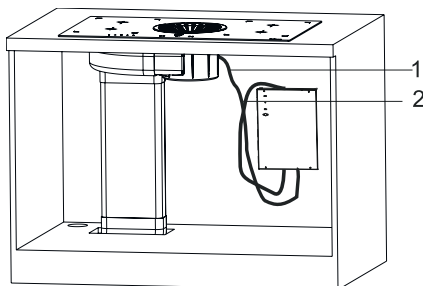

Fig. 17
7. ➔ Sæt nu alle kabler til (Fig. 17).